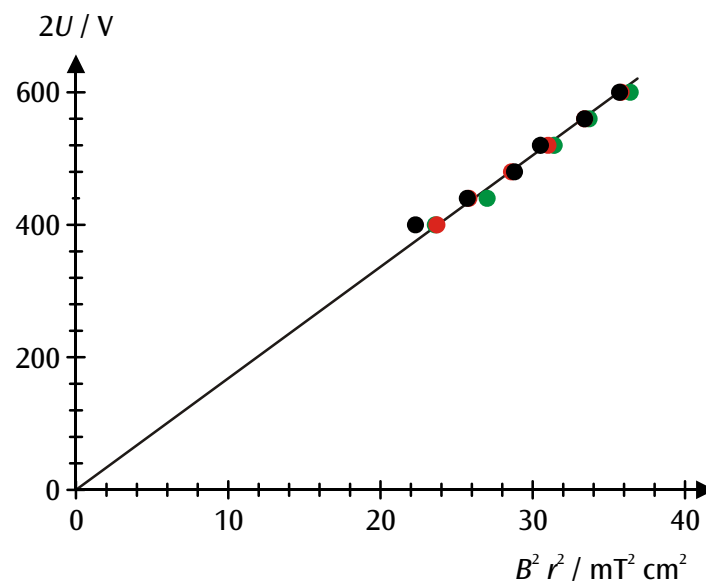

Fig. 3 $r^2 B^2$ - $2U$ -Diagramm der Messwerte (schwarz: $r = 5 \text{ cm}$, rot: $r = 4 \text{ cm}$, grün: $r = 3 \text{ cm}$)
- Zur weiteren Auswertung die Messwerte in einem $r^2 B^2$ - $2U$ -Diagramm auftragen (siehe Fig. 3).